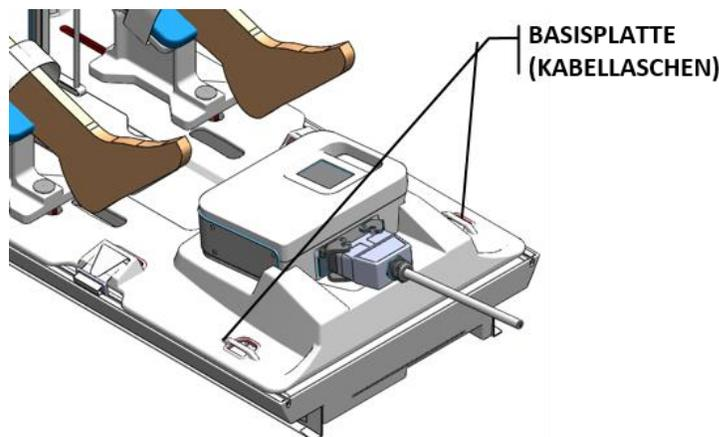
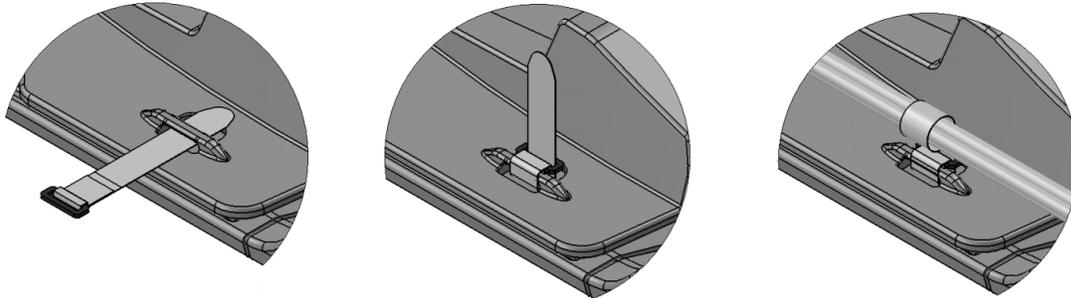

Abbildung 58: Lage der Schlauch-/Kabellaschen auf der Basisplatte
Abbildung 59: Befestigung von Schlauch-/Kabellaschen
6. MRT-MTRA: Befestigen Sie zwei Schlauch- und Kabellaschen gemäß den Anweisungen in *Abbildung 59* an den in *Abbildung 58* gezeigten Stellen.